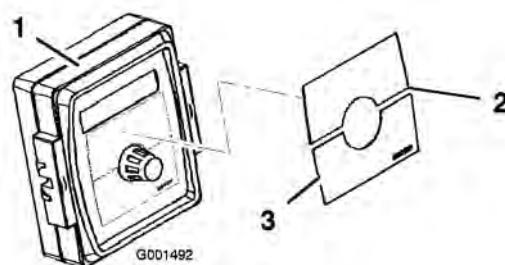

Figure 4
1. Apposez l'autocollant Spray Pro sur le moniteur (Figure 4).